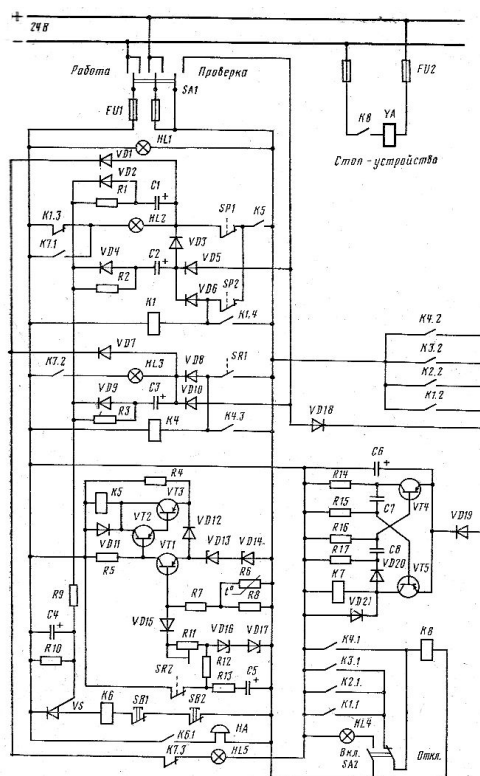

Рис.1
2. Назвать элементы и назначение в схеме СПАС-30, принцип работы схемы в аварийных ситуациях с главным двигателем (рис.1)